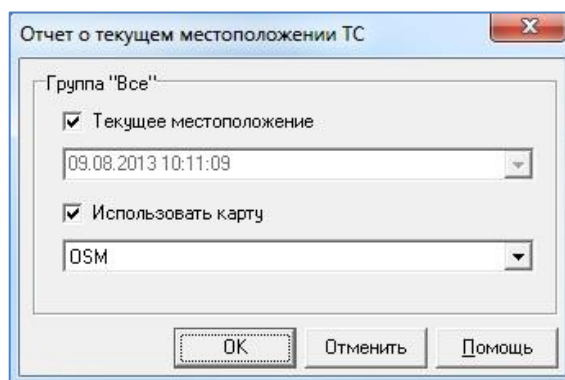

Рисунок 150 – Форма «Отчет о текущем местоположении ТС» для определения местоположения группы ТС «Все» на текущий момент времени
- 2 Вызвать пункт меню «Отчеты» ⇒ «Текущее местоположение». Программа предоставляет форму «Отчет о текущем местоположении ТС» для задания параметров отчета (см. Рисунок 150).